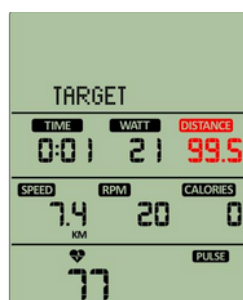

Figura 43
- Una vez configurado y al presionar ENTER, la matriz mostrará "TARGET" iluminado constantemente. Los íconos TARGET y DISTANCE, junto con los valores, parpadearán continuamente e iniciará la cuenta regresiva (Figura 43).